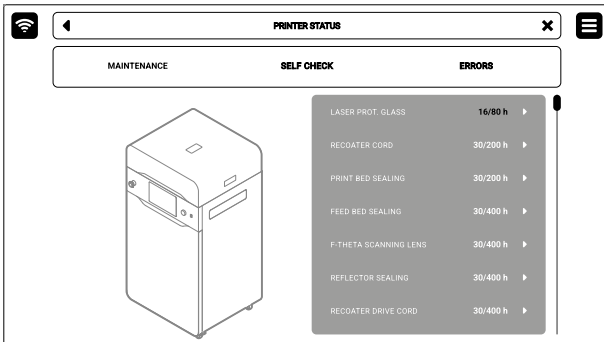

Abb. 12.9 Wähle **Recoater CORD**, um die Wartung zu starten.
1. Wähle auf der Registerkarte **PRINTER STATUS** den Tab **Recoater CORD** (Abb. 12.9)